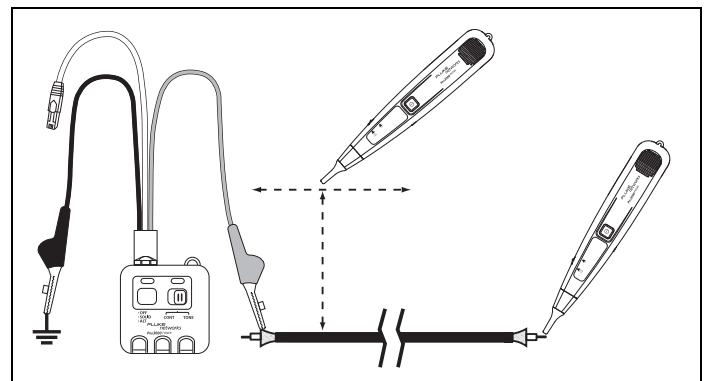

Abbildung 3. Verfolgen von Leitungsverläufen
- 2 Verbinden Sie die rote Messleitung mit einer Ader der unbekannten Leitung (Abbildung 3).